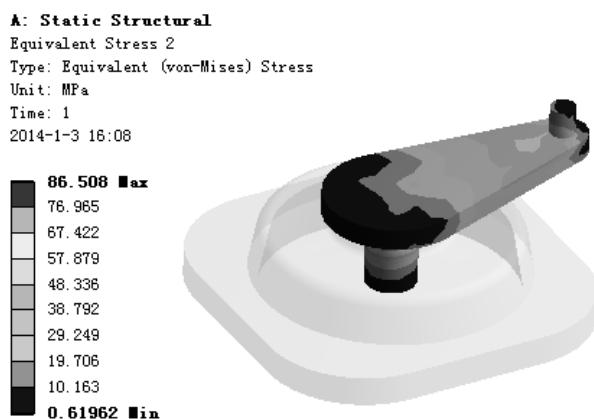

图 7.6.59 应力结果图解 (handle)
(4) 查看 handle 应力结果图解。在“Outline”窗口中选中  **Equivalent Stress 2**，查看图 7.6.59 所示的零件 handle 的应力结果，其最小应力为 0.61962 MPa，其最大应力为 86.508 MPa。